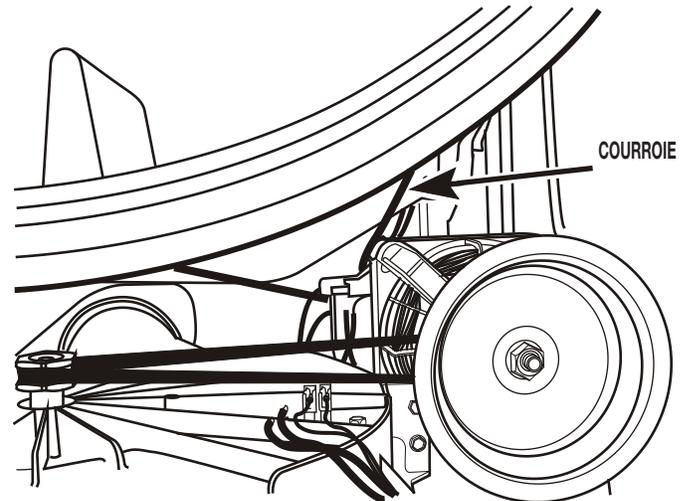

FIGURE 4
9. Par l'arrière du moteur d'entraînement, pousser le bras de la poulie de tensionnement pour éliminer la tension du ressort sur la courroie; dégager la courroie de la poulie de tensionnement et de la poulie du moteur. Consulter la *Figure 4*.